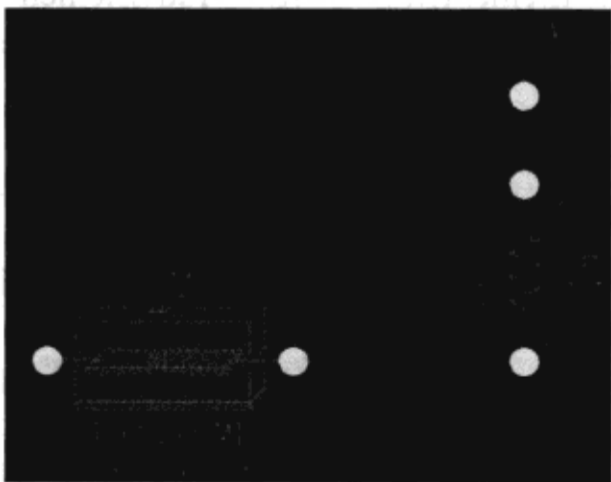

图 3-10-27 连接电源
(6) 单击电阻 R1 的标有“1”的引脚→双击电源的连接点，如图 3-10-27 所示。